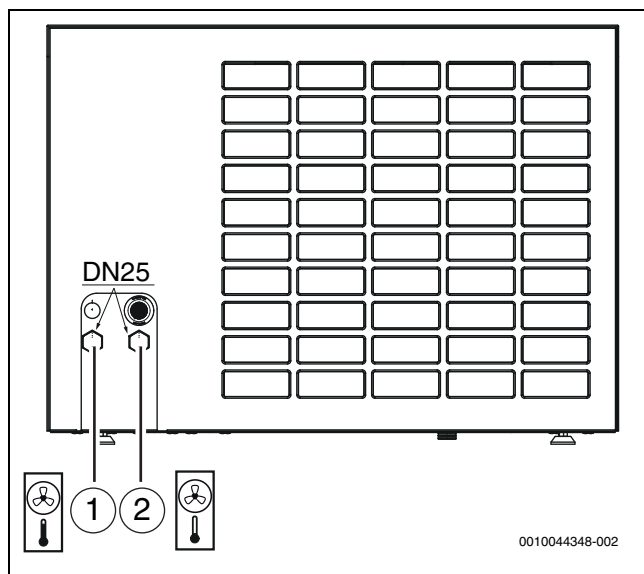

Bild 37 Anschlüsse der Wärmeträgerrohre; Beschreibung gilt für alle Größen
- Vorlaufleitung zur Inneneinheit an den Wärmeträgerausgang anschließen (→ [1], Abbildung 37).
- Rücklaufleitung von der Inneneinheit an den Wärmeträgereingang anschließen (→ [2], Abbildung 37).